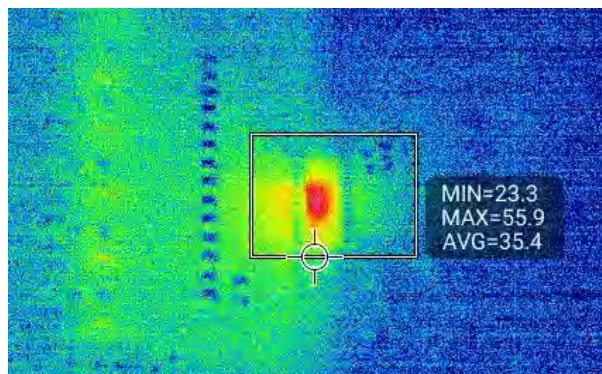
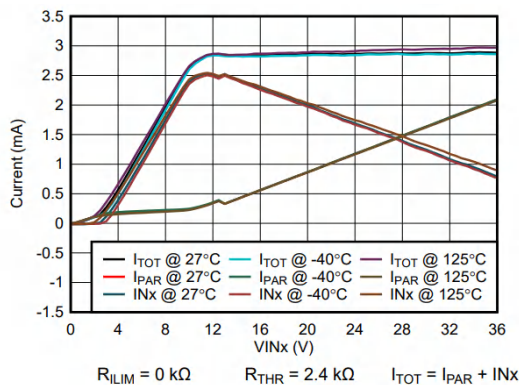

図 6. 周囲温度 25°C の条件で、すべてのチャンネルがオンの状態における ISO1228 の基板温度
図 8. 入力電圧が変化しても
2. **負性抵抗入力構造を使用した熱特性の向上:**ISO1228 の入力構造は負の抵抗特性を持っており、入力電圧が高くなると、 R_{PAR} を流れる電流の増加を補うためにピン電流が減少します。これにより、図 8 に示すように、すべてのピン電圧について、ピンの合計電流が 3.3mA 未満に維持されます。これにより、部品の放熱性能が向上します。図 6. すべての入力が 30V で電流をシンクしている状態の本製品のサーマル イメージを示しています。室温テストの場合、このデバイスは 55°C までのみ動作します。